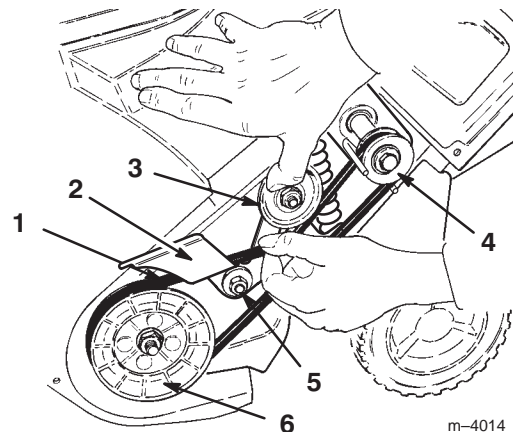

Bild 14
7. Lockern Sie die Mutter am Spanggelenk (Bild 14).
8. Entfernen Sie den alten Treibriemen von der Rotorscheibe (Bild 14).
9. Drücken Sie auf die Spannscheibe, um den Bremsarm zu befreien und ziehen den alten Treibriemen von hinter dem Bremsarm ab (Bild 14).
10. Schieben Sie den alten Treibriemen von der Antriebsscheibe ab (Bild 14).
11. Legen Sie den neuen Treibriemen um die Antriebsscheibe und hinter den Bremsarm (Bild 14).
12. Ziehen Sie den Riemen, während Sie den Treibriemen festhalten, auf die Rotorscheibe und drehen den Rotor mit Ihrer freien Hand, bis der Treibriemen vollständig auf die Rotorscheibe aufgezogen ist (Bild 14).
15. Ziehen Sie die Motoraufhängungsmuttern und die Spanggelenkmutter (Bild 14) auf 19,2 bis 22,6 Nm fest.